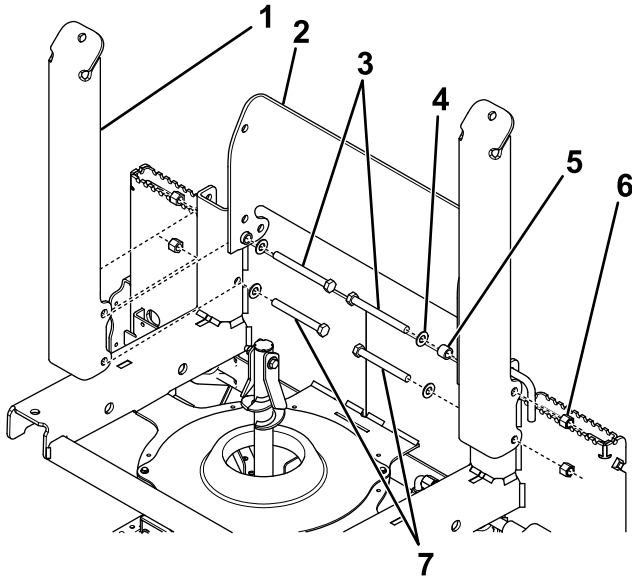

Figura 3
1. Sujete una horquilla recta y un lado del tope del cubo a uno de los soportes de las horquillas con 1 perno ($\frac{1}{2}$ " x 5"), 1 perno ($\frac{1}{2}$ " x 4 $\frac{1}{2}$ "), 2 arandelas ($\frac{1}{2}$ "), un casquillo y 2 contratuerzas de nylon ($\frac{1}{2}$ "), como se muestra en la Figura 3.